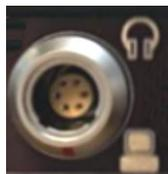

Рисунок 4.16.1
1. С помощью кабеля USB-СМ-21 подключить виброметр, рисунок 4.16.1, к персональному компьютеру, на котором установлена программа «Vibrolevel».